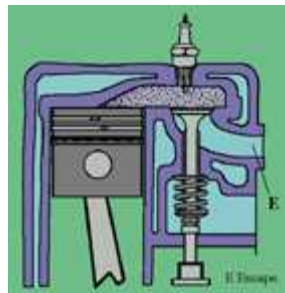

Fig. 7
- Culata para motor con válvulas laterales (**fig.7**)